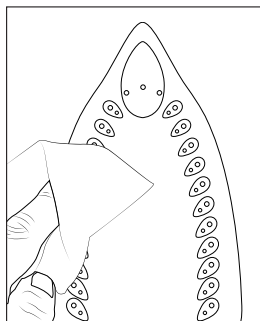

Fig. 1
- ▶ Si tenga presente che prima del primo impiego occorre allentare il dispositivo che blocca l'apparecchio per il trasporto (vedere anche il capitolo **Trasporto**). Per farlo, spingere l'interruttore di blocco ④ del ferro da stiro verso il simbolo del lucchetto aperto . Ora si può separare il ferro da stiro dalla superficie di appoggio ⑥.
- ◆ Pulire la piastra ⑧ con un panno leggermente inumidito (vedere fig. 1).